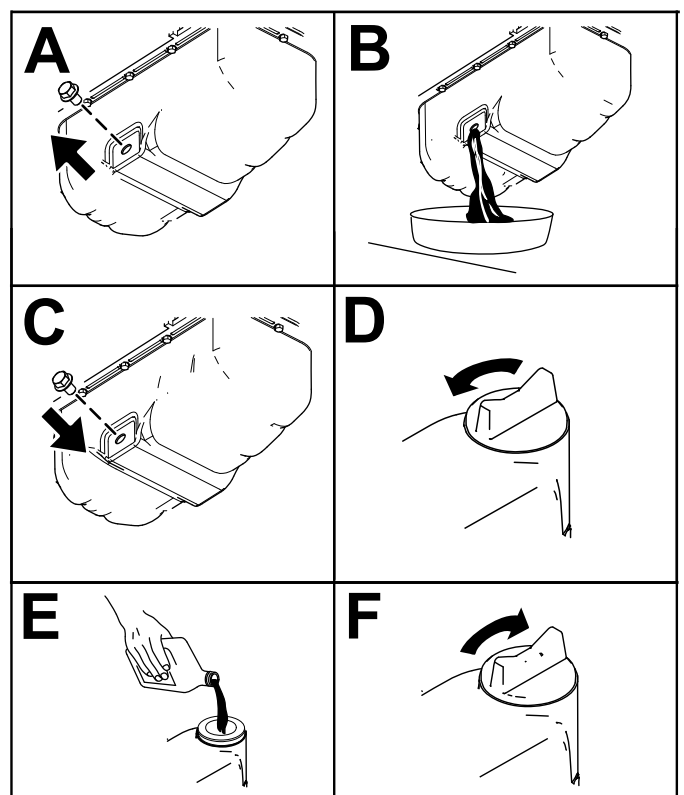

Figura 53
3. Cambiate l'olio motore come mostrato in Figura 53.